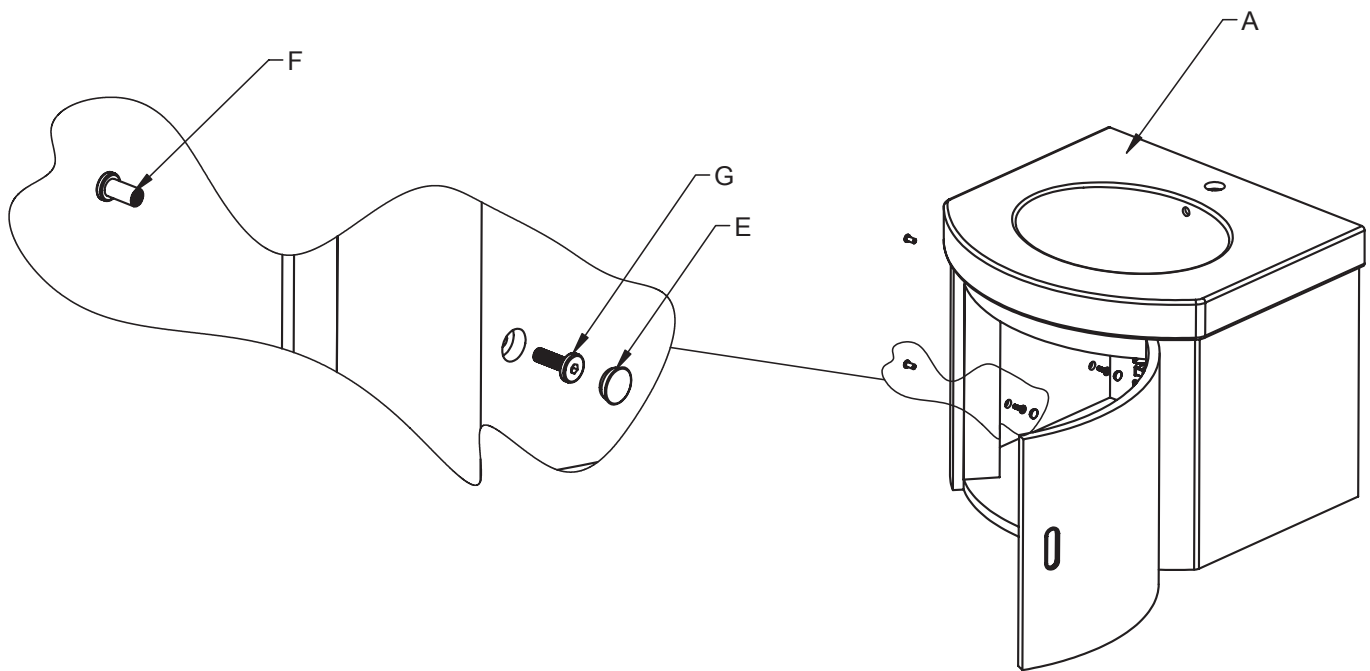

Figura 3
- Taladre los agujeros ya pretaladrados usando una broca de 6,5 mm en el lado del **tocador (A)** donde se esté fijando el elemento 5605-2/5605-3 o 5605-4. Si se utilizan tanto el 5605-2/5605-3 como el 5600-4, taladre agujeros en ambos lados del **tocador (A)**.
- Con la ayuda de una persona, fije el **tocador (A)** y otras unidades que desee usando el **tornillo hembra de instalación lateral (F)** y el **tornillo macho de instalación lateral (G)**.
- Coloque **cubiertas de agujeros (E)** en los agujeros para tapar los tornillos.
- Vea la **figura 3**.
- **NOTA: VIENEN PROVISTOS EL TORNILLO HEMBRA DE INSTALACIÓN LATERAL (F) Y EL TORNILLO MACHO DE INSTALACIÓN LATERAL (G) CON LAS UNIDADES 5605-2/5605-3 Y 5600-4.**